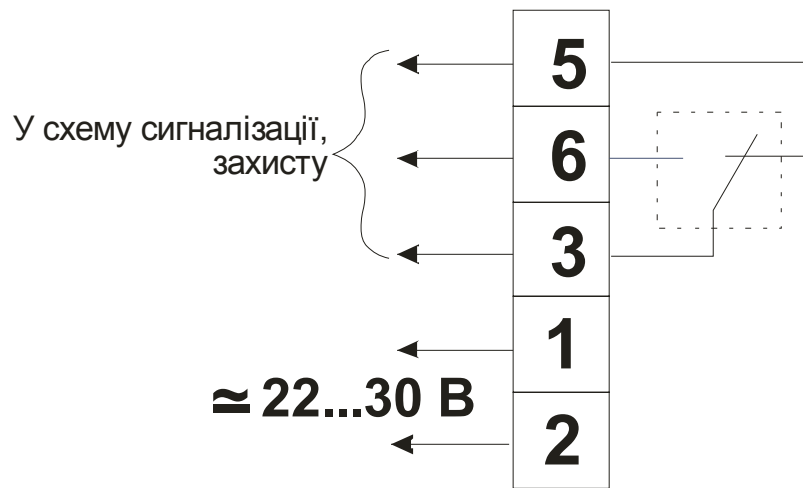

Рис.2 Схема підключення сигналізатора
- 5.2. Підключення сигналізатора до мережі змінного струму. Живлення силової схеми сигналізатора здійснюється від мережі змінного струму напругою 220 В частотою 50 Гц. Підключення проводити у відповідності зі схемою, наведеною на рис.2.